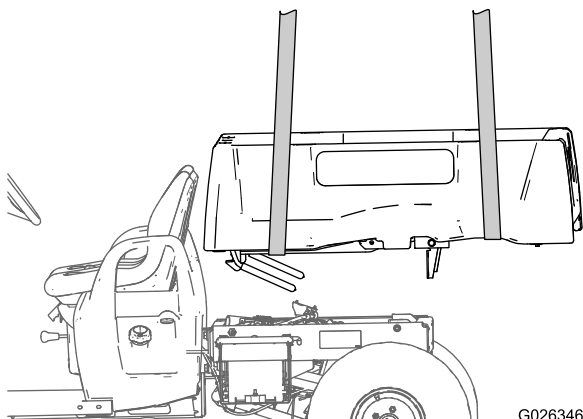

Bild 20
2. Heben Sie die Staubox mit Hebeegeräten an und positionieren Sie sie so über dem Maschinenrahmen, dass die Schwenkhalterung über dem hinteren Rahmenkanal ausgefluchtet ist (Bild 20).